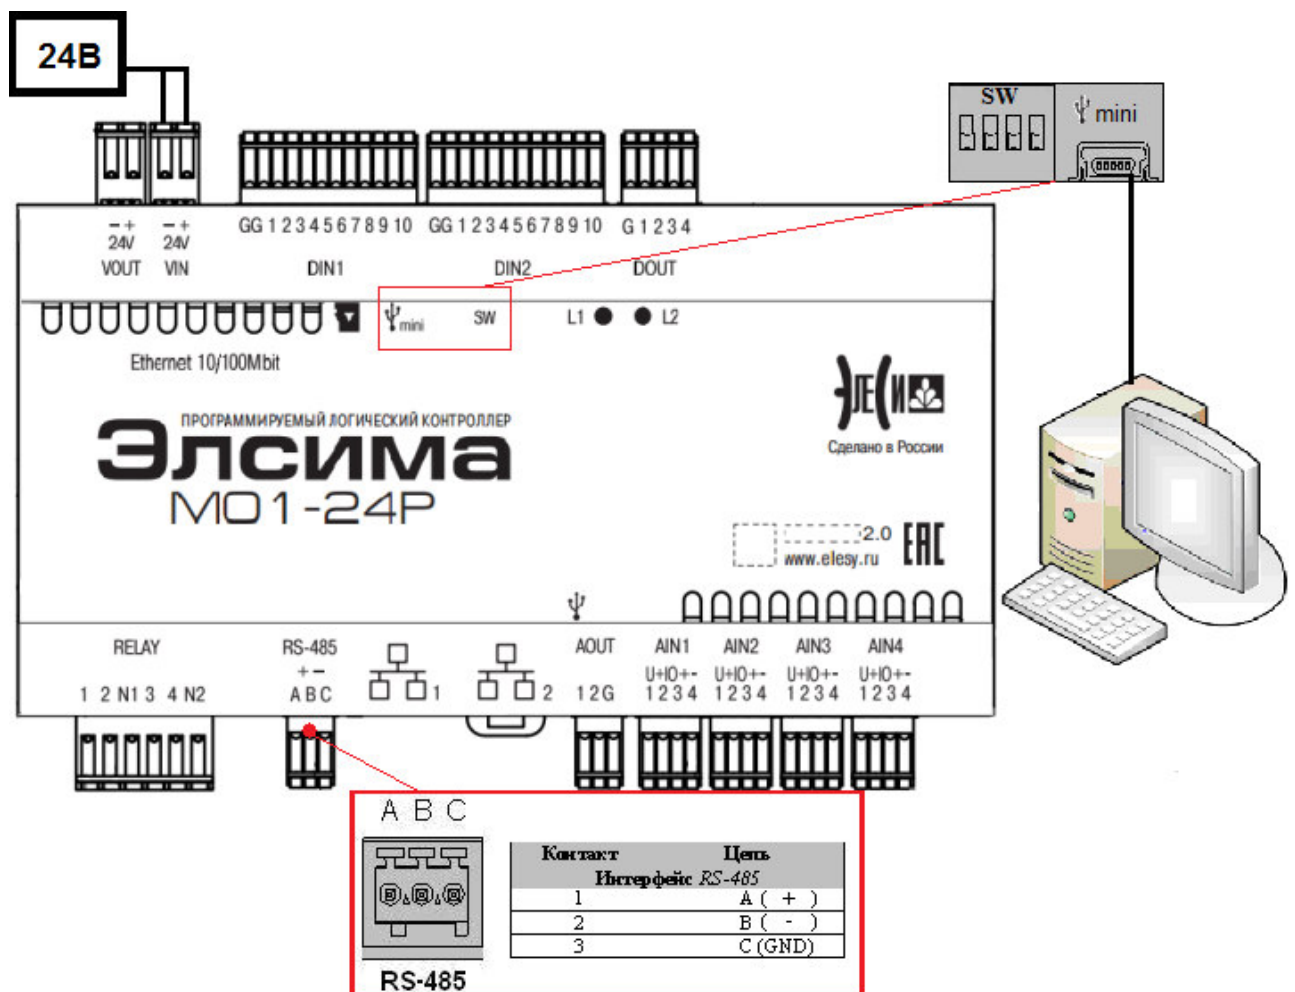

Рисунок 2.1 – Схема подключения ПЛК
3. Подключить контроллер через интерфейсный разъём « Ψ mini» к компьютеру кабелем USB 2.0 «USB A - mini-USB B» длиной не более 1,8 м. (рисунок 2.1), используя драйвер виртуальной сети RNDIS. Подробную информацию о драйвере можно найти в документе «Контроллер программируемый логический Элсима. Руководство по эксплуатации».